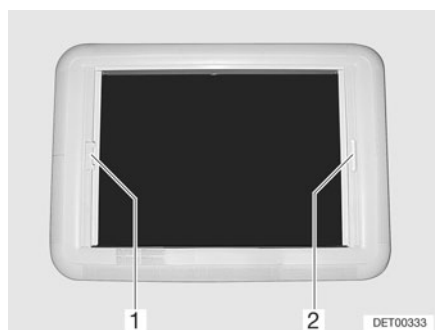

Fig. 56 Lanterneau Heki, verrouillage du store
- Tirer le dispositif occultant plissé par la poignée (Fig. 56,2) et le relâcher lorsqu'il a atteint la position voulue. Le dispositif occultant plissé reste alors à cette position.
- Tirer sur la poignée (Fig. 56,1) de la moustiquaire jusqu'à toucher la poignée du dispositif occultant plissé (Fig. 56,2) située vis-à-vis et la faire s'enclencher.
- Appuyer sur la poignée de la moustiquaire vers l'arrière et le haut et décrocher la moustiquaire du dispositif occultant plissé (Fig. 56,2).